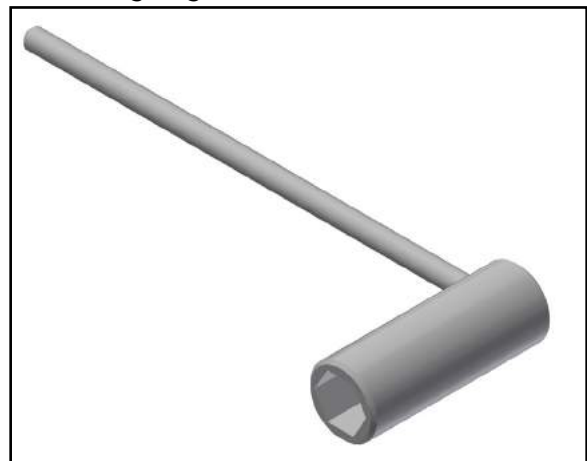

FIGURE 5-3. WALZEN-EINSTELLSPANNER (P/N 86988)
5. Setzen Sie den Einstellschlüssel (siehe Abbildung 5-3) an der Excenter-Buchse an und lösen Sie die Feststellschraube mit einem 5/16“ Inbusschlüssel. Stellen Sie die Excenter-Buchse so ein, dass die Walze gerade die Fuge im Führungsring berührt.